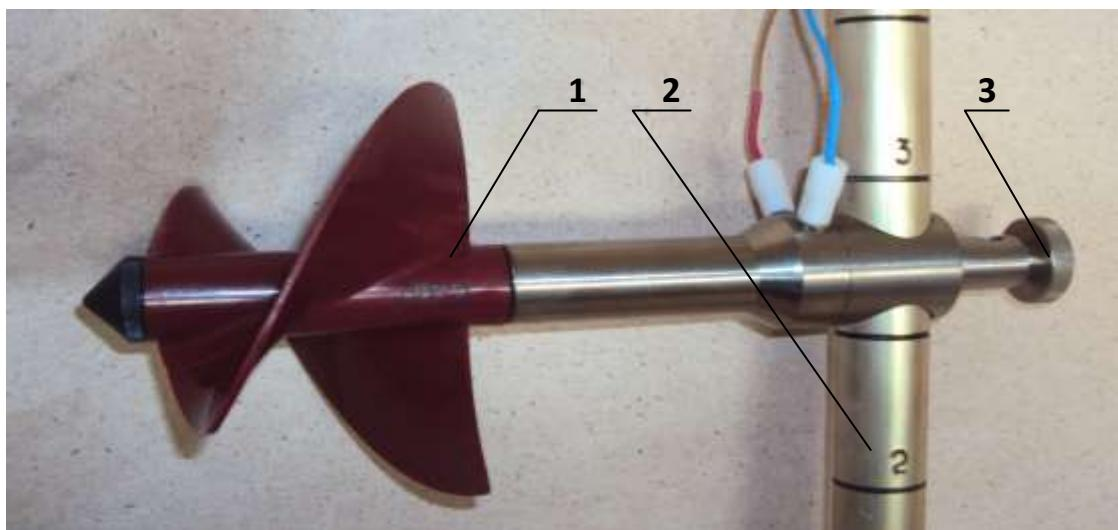

Рис. 9.1
9.2.1.1. Установить при работе со штангой вертушку **1** (рисунок 9.1) на штангу **2** и жестко закрепить на ней зажимным винтом **3** из комплекта ЗИП на определенном расстоянии от нижнего опорного конца.